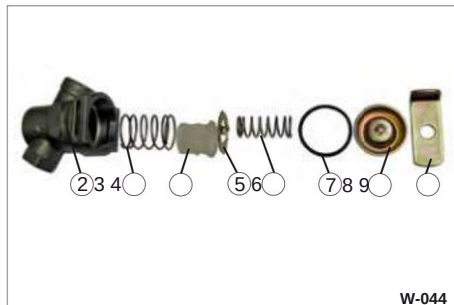

Fig. 48 Linjefilter adskilt
Drej låget (fig. 48/8) nedad, og træk beslaget (fig. 48/9) ud.
(Fig. 48/3 & Fig. 48/6), pakningen (Fig. 48/7), mellemladen (Fig. 48/5) og filteret (Fig. 48/4).
• Rengør filterhuset (fig. 48/2) med en ren, tør klud.
• Rengør filteret (fig. 48/4).
• Kontroller tætningen (fig. 48/7) for skade, tilstedeværelse.
(Fig. 48/6) på tappene på mellemladen.
• Sæt låget (fig. 48/8) ovenpå.